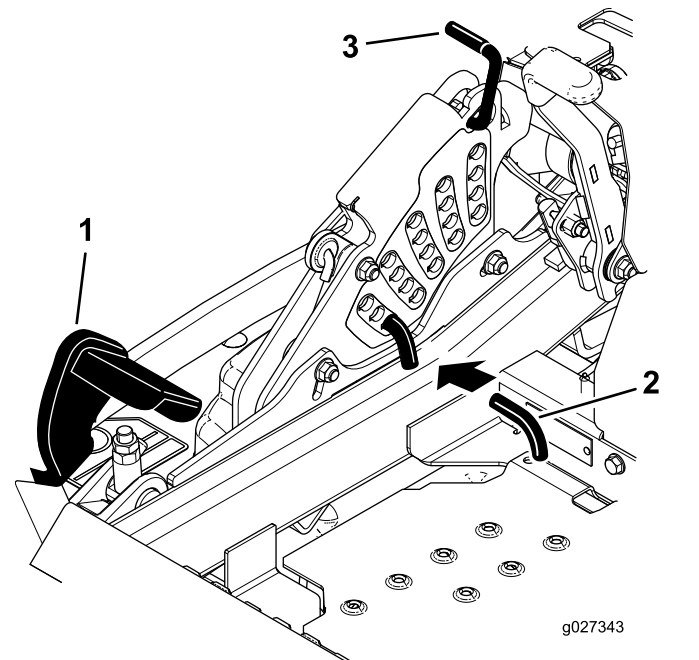

Bild 29
2. Treten Sie auf das Mähwerkhubpedal und heben Sie das Mähwerk in die Transportstellung an (d. h. die Schnitthöhe von 140 mm), wie in **Bild 29** abgebildet.
3. Drehen Sie zum Einstellen den Stift um 90 Grad und nehmen ihn aus der Schnitthöhen-Halterung heraus (**Bild 29**).
4. Wählen Sie ein Loch in der Schnitthöhenhalterung, das der gewünschten Schnitthöhe entspricht, und stecken Sie den Stift ein (**Bild 29**).